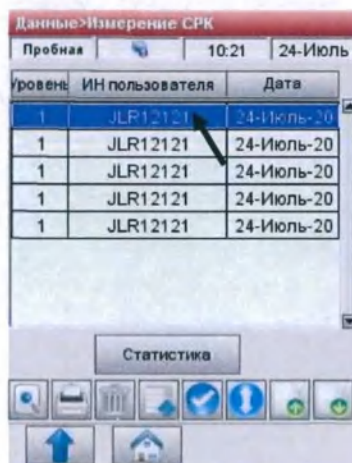

Рис.6-6 Измерение СРК
3. На экране <Данные – Измерение СРК> (Рис.6-6) выберите измерение и нажмите кнопку <Просмотр> , чтобы отобразить результаты измерения (Рис.6-7).
5. Чтобы распечатать отдельные результаты, выделите желаемое измерение (Рис.6-6).